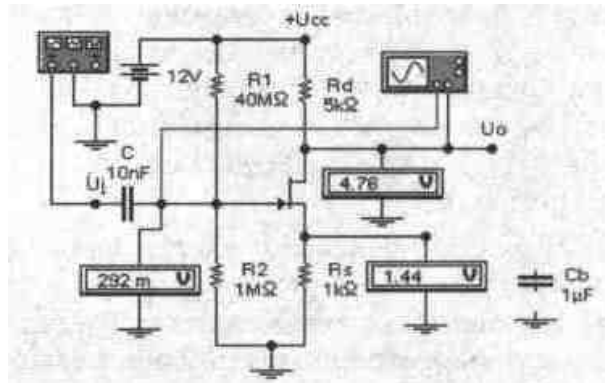

Рис. 1. Схема усилительного каскада на полевом транзисторе
1. Соберите схему исследуемого усилителя (рис.1).